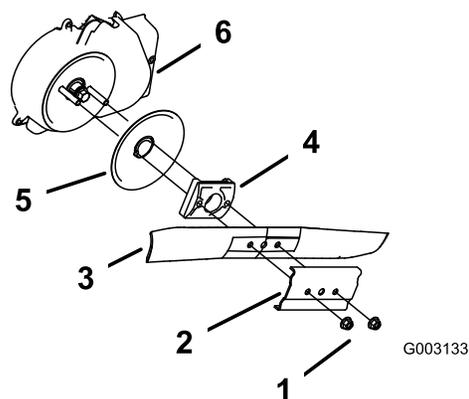

Figura 46
3. Togliete i due dadi della lama ed il rinforzo (Figura 46).
4. Togliete la lama (Figura 46).
5. Togliete il giralama e il disco antistrappo (Figura 46).
6. Rimuovete il carter del sistema di arresto della lama (Figura 46).
10. Montate la lama ed il rinforzo con i due dadi della lama rimossi al punto (Figura 46).